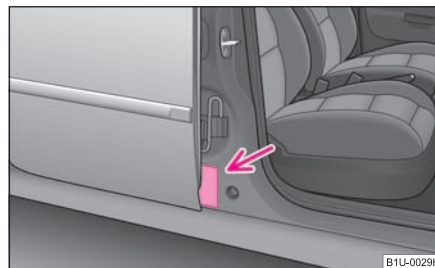

Fig. 125 Autocolant pe stâlpul central al ușilor, partea pasagerului din dreapta
- Asupra acestui aspect atenționează și autocolantul amplasat pe partea dreaptă, pe stâlpul central al ușilor ⇒ fig. 125. Eticheta poate fi observată după deschiderea ușii pasagerului din dreapta. În unele țări, eticheta este lipită și pe parasolarul pasagerului din dreapta.